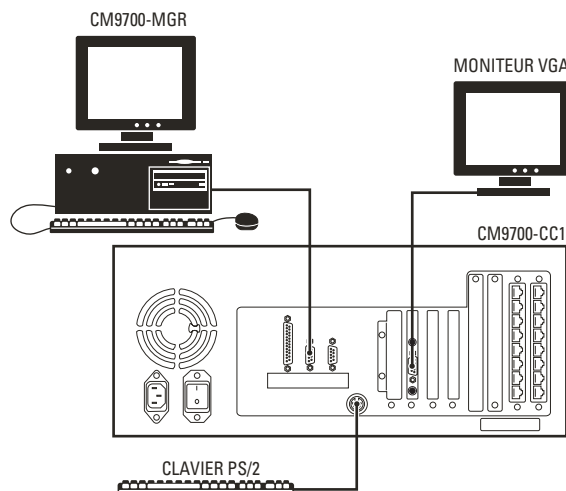
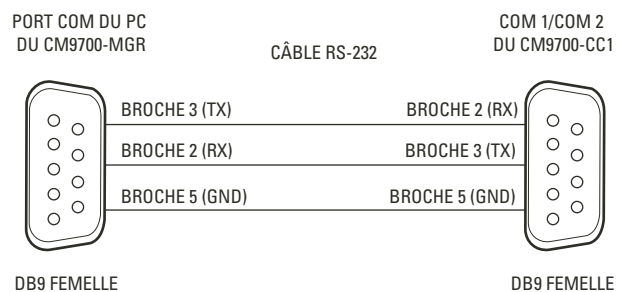

Figure 21. Connexions du dispositif CM9700-CC1
Figure 22. Brochage détaillé du PC du CM9700-MGR
3. Connectez un moniteur VGA au CM9700-CC1, tel qu'indiqué à la Figure 21. Ce moniteur affiche l'écran de diagnostic du système CC1, tel qu'indiqué à la Figure 27.
4. Connectez le clavier PS/2 à l'adaptateur de clavier PS/2-à-AT, puis connectez celui-ci au CM9700-CC1, tel qu'indiqué à la Figure 21.
5. Effectuez les étapes suivantes pour connecter un PC au CM9700-CC1 (reportez-vous à la Figure 21 et à la Figure 22):
- b. Branchez l'autre extrémité du câble dans le port COM 1 DB9 du CC1, tel qu'indiqué à la Figure 21. Ce port est configuré en usine pour être utilisé avec le CM9700-MGR et la communication RS-232.